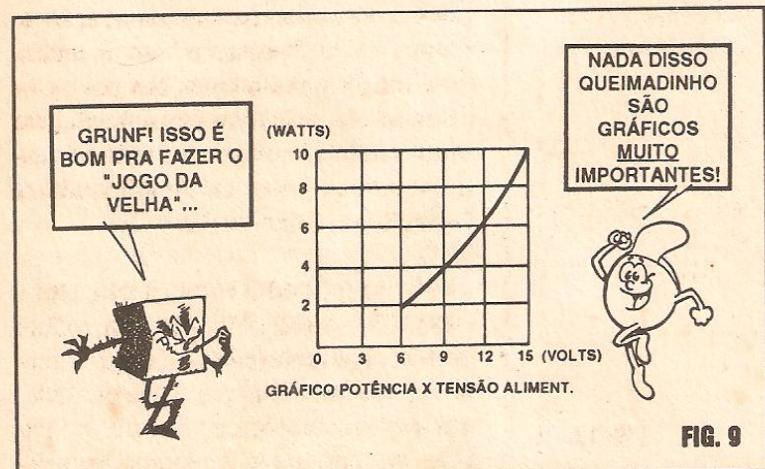

FIG. 9
- FIG. 9 - NOMOGRAMAS ESPECÍFICOS - Alguns dos limites são TÃO interdependentes, de forma tão absolutamente PROPORCIONAL, que frequentemente merecem, nos Manuais, quadros ou gráficos (também chamados de NOMOGRAMAS...) específicos! Na figura, temos um exemplo (ainda quanto a um IPA hipotético) do gráfico de “proporcionalidade” entre a Tensão de Alimentação (em volts) e a Potência de Saída (em watts). A título de treinamento de interpretação, notem - por exemplo - que